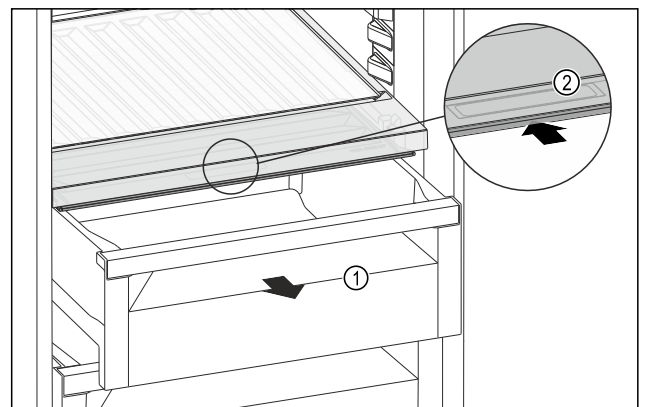

Fig. 180
- Retirer le tiroir Fig. 180 (1).
- Saisir la poignée encastree Fig. 180 (2) du couvercle du compartiment et pousser le couvercle du compartiment vers l'arrière.